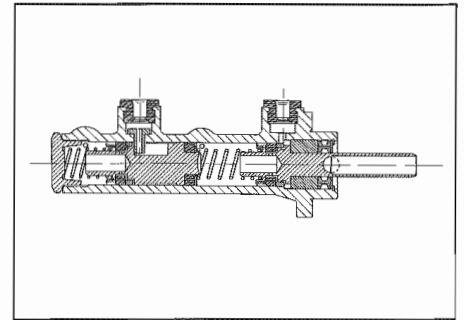

Fig. 24 - Servofreno
- Spaccato servofreno (**Fig. 24**).
- Brake booster cut view (**Fig. 24**).